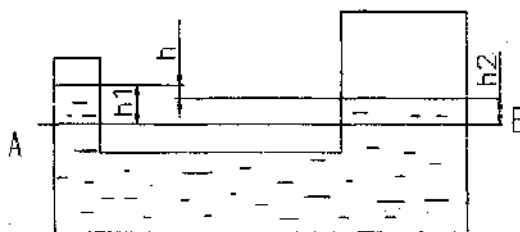

Рисунок 1
1. Відкриті з'єднані посудини заповнені різними рідинами з  $\rho_1$  та  $\rho_2$ . Знайти відстань від лінії розділу АВ до рівня рідини в кожній посудині  $h_1$  та  $h_2$ , якщо різниця рівнів рідин у посудинах становить  $h$ . (Рис. 1)